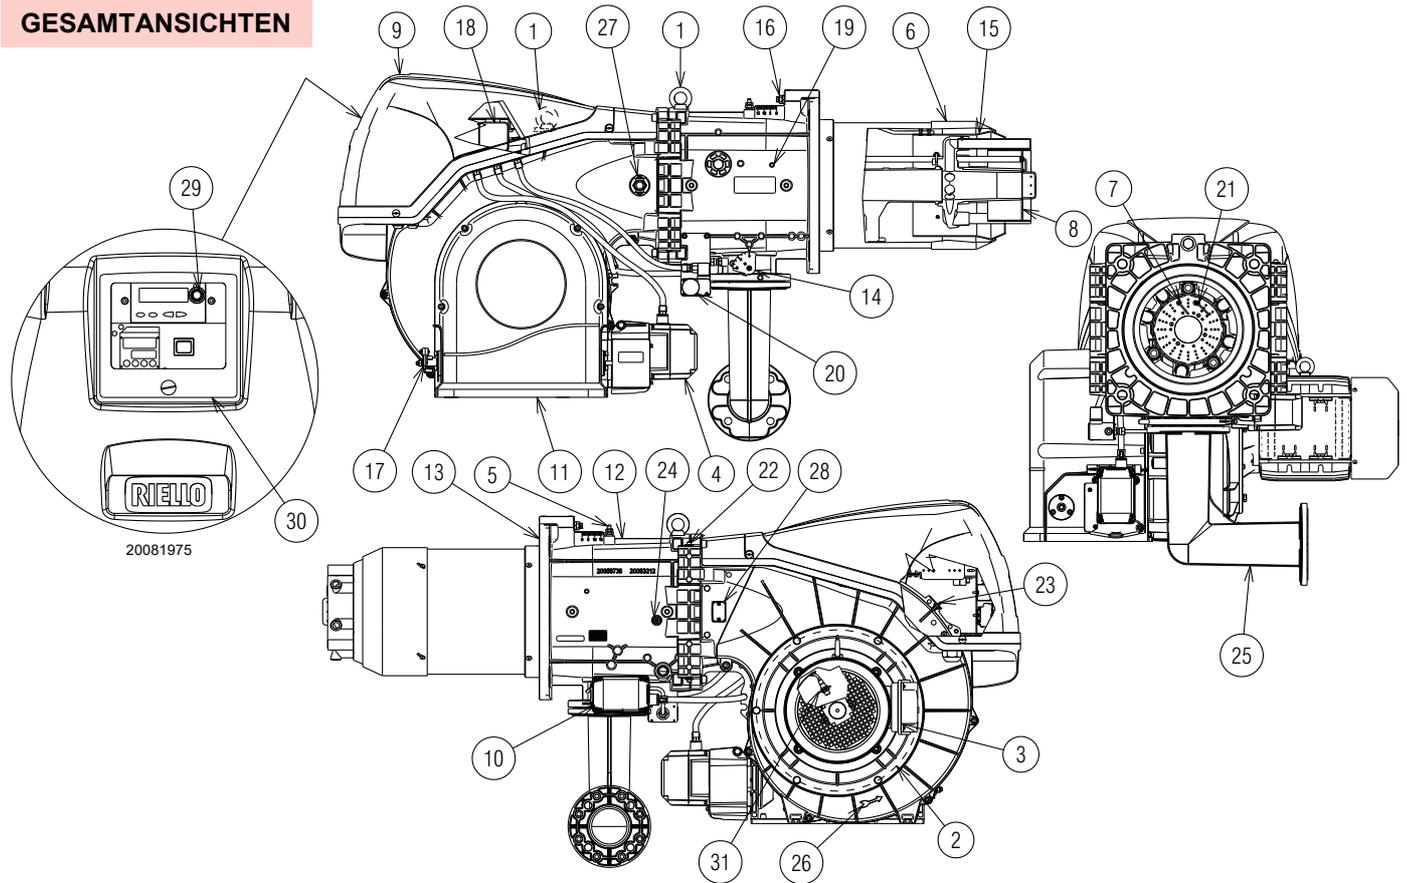

Abb. 5
- (1) Referenzbedingungen: Raumtemperatur 20°C - Gastemperatur 15°C - Barometrischer Druck 1013 mbar - Höhe 0 m ü.d.M.
(2) Druck am Anschluss des Druckwächters 5)(Abb. 5 auf S. 13) bei Druck Null in der Brennkammer und bei Höchstleistung des Brenners.
(3) Schalldruck gemessen im Verbrennungslabor des Herstellers bei laufendem Brenner am Prüfkessel, bei Höchstleistung. Die Schalleistung wird mit der von der Norm EN 15036 vorgesehenen "Free Field" Methode und mit einer Messgenauigkeit "Accuracy: Category 3", wie von der Norm EN ISO 3746 vorgesehen, gemessen.